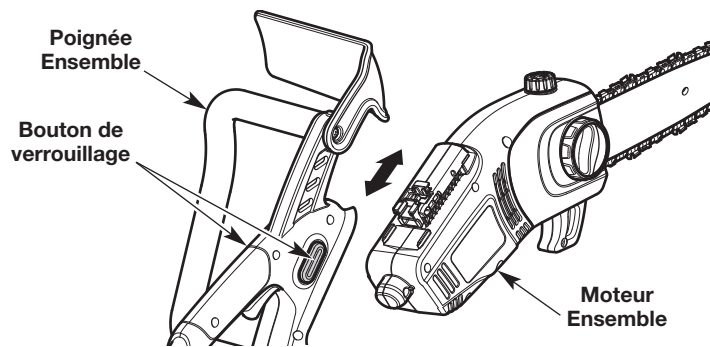

Fig. 1
2. **Déconnecter l'ensemble du moteur de l'ensemble de poignée (Fig. 1) :** Appuyer et maintenir les boutons de verrouillage des deux côtés de l'ensemble de la poignée enfoncés. Tout en maintenant les boutons de verrouillage enfoncés, faire glisser l'ensemble du moteur de l'ensemble de la poignée.
4. **Raccorder l'ensemble du moteur à l'ensemble de la poignée (Fig. 1) :** Appuyer et maintenir les boutons de verrouillage des deux côtés de l'ensemble de la poignée enfoncés. Tout en maintenant les boutons de verrouillage enfoncés, faire glisser l'ensemble du moteur sur l'ensemble de la poignée. Relâcher les boutons de verrouillage et tirer doucement sur les ensembles pour vous assurer qu'ils sont bien connectés.